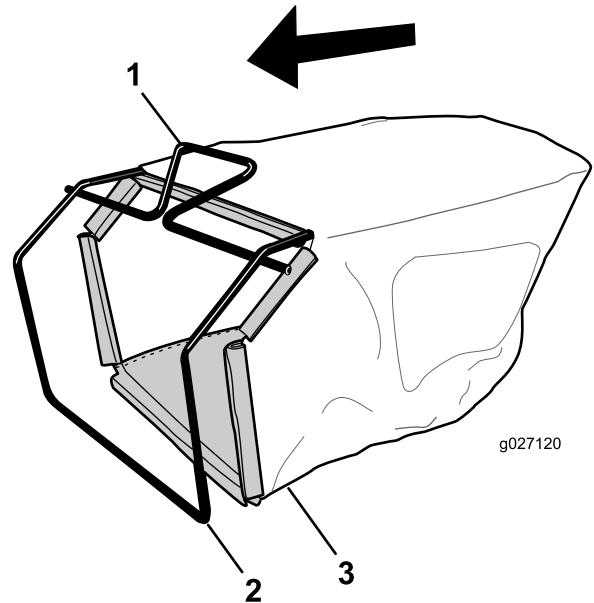

Figure 9
1. Glissez le bac sur l'armature, comme montré à la Figure 9.
**Remarque:** Ne faites pas passer le bac sur le guidon (Figure 9).